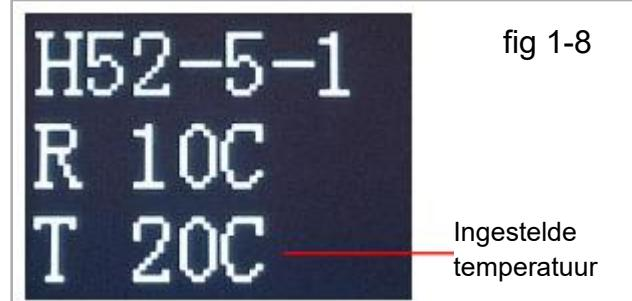

fig 1-7
Drücken Sie kurz „ \wedge “, um die 1 nach oben zu ändern, oder drücken Sie kurz „ \vee “, um die Zahl wieder nach unten zu ändern. (siehe Abb. 1-7)
Schritt 3: Halten Sie „ \wedge “ erneut mindestens 1,5 Sekunden lang gedrückt, bis die Startzeit zu blinken beginnt. Drücken Sie kurz „ \vee “, um die Minuten zu ändern, und drücken Sie kurz „ \wedge “, um die Stunde zu ändern. (Abb. 1-7)
Schritt 4: Führen Sie Schritt 3 erneut aus, um die Endzeit festzulegen. (siehe Abb. 1-7)